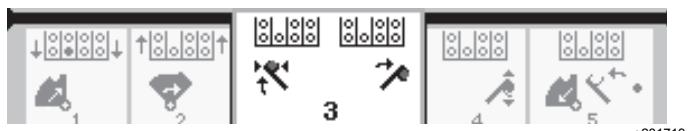

Figura 32
- Suelte el interruptor basculante para continuar con el paso siguiente de la secuencia (Figura 32).